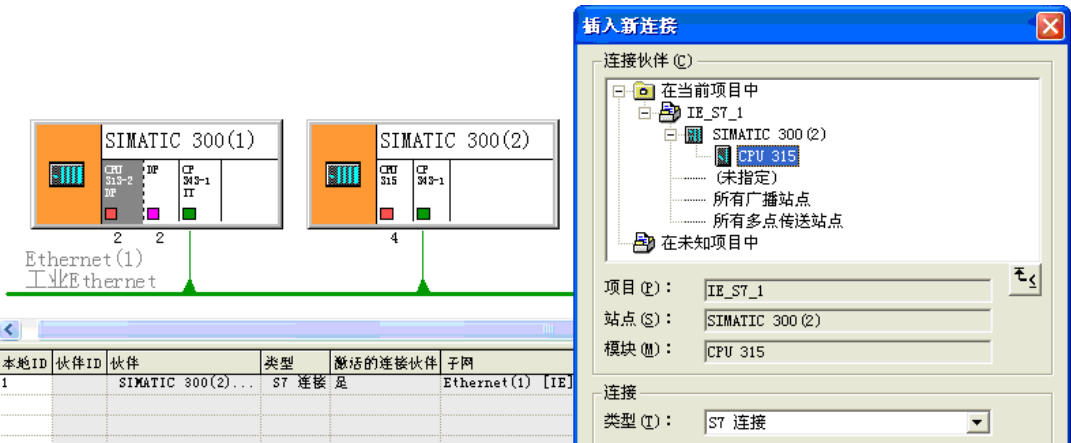

图 10-44 组态 S7 连接
组态好两个 S7-300 站后，点击工具栏上的按钮，打开 NetPro 窗口，看到连接到以太网上的两个站（见图 10-44）。选中“SIMATIC 300 (1)”站点的 CPU 313-2DP 所在的小方框，在下面的窗口出现连接表，双击连接表第一行的空白处，建立一个新连接。
在出现的“插入新连接”对话框中（见图 10-44 的右图），系统默认的通信伙伴为站点 SIMATIC 300 (2) 的 CPU 315，默认的连接类型为 S7 连接。